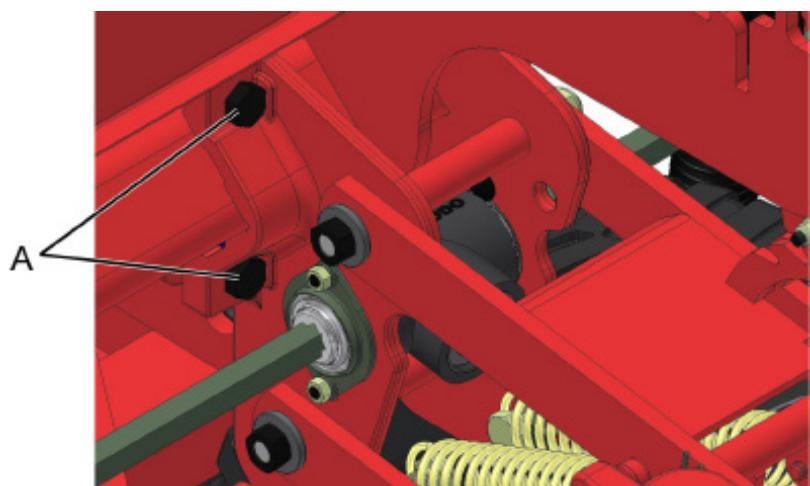
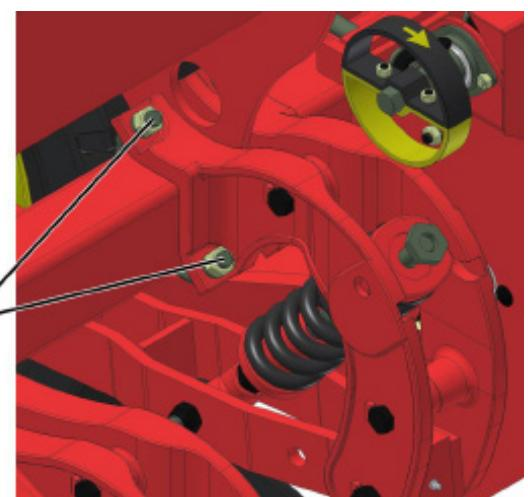

fig. 03
fig. 04
- 5- Afrouxe as porcas e parafusos (A) das abraçadeiras do suporte da linha pantográfica (fig. 03) e abraçadeiras da linha de adubo (fig. 04). Afrouxe também porcas e parafusos (B) do rodado que são presos no tubo dianteira sa semeadora;